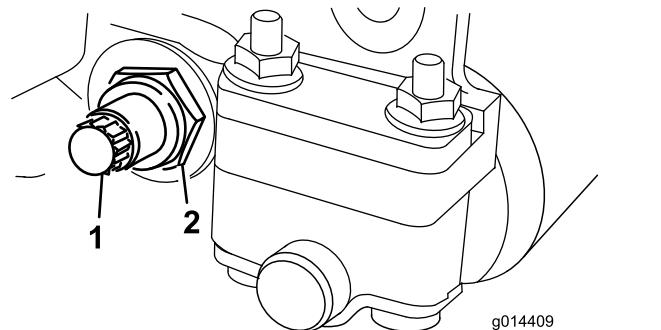

Bild 25
3. Lösen Sie an jeder Seite der Maschine die Klemmmutter, mit der die Schraube des Untermesserträgers befestigt ist (Bild 25).
4. Nehmen Sie jede Schraube des Untermesserträgers ab, damit Sie den Untermesserträger nach unten ziehen können, und entfernen Sie ihn von der Maschine (Bild 25).